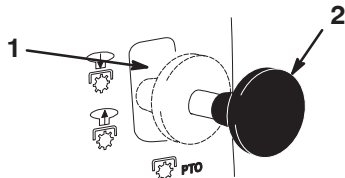

Bild 5
2. Stellen Sie den Zapfwellenantrieb (ZWA) auf „Eingekuppelt“ (Bild 5).
2. Stellen Sie den Zapfwellenantrieb (ZWA) auf „Ausgekuppelt“ (Bild 5).